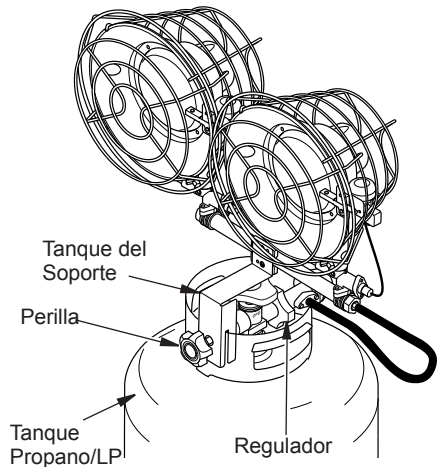

Figura 3 - Colocación calentador en el tanque de gas Propano/LP
5. **Sólo en los modelos de 30,000 BTU** Fije el calentador al resguardo del cilindro de propano o gas LP como se muestra en la figura 3. Apriete la perilla en el soporte del tanque para asegurar el calentador.